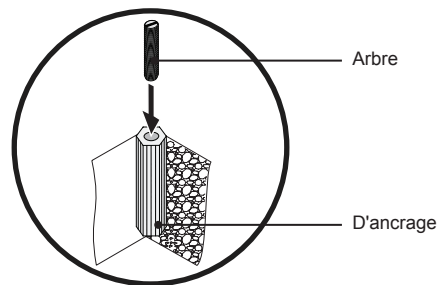

Figure 4. Mark Forage de trous
- ❶ A chaque emplacement marqué, percer un trou $\frac{7}{16}$ " de 1 ½ po de profondeur.
- ❷ Répétez cette étape pour les autres sites.
- ❸ Une fois terminé, nettoyer le trou percé de tous les débris.
- ❹ Insérez la cheville dans le trou percé. Si nécessaire, utiliser un marteau et tapotez doucement la cheville en place jusqu'à ce qu'il soit de niveau avec le plancher.
- ❺ Passez la tige dans l'ancre. Si nécessaire, un tournevis peut être utilisé. Laissez $\frac{3}{8}$ " de l'arbre visible (Figure 4).
- ❻ Répétez les deux étapes précédentes pour les autres sites.